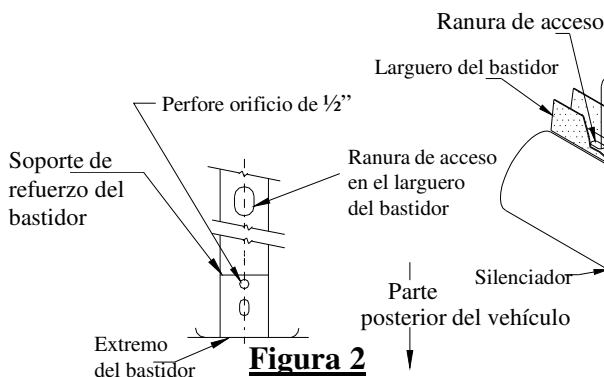

Figura 2
①	Cant. (4)	Perno de carruaje – 1/2-13 x 1.75	④	Cant. (2)	Arandela cónica – 1/2"
②	Cant. (4)	Espaciador – 1/4 x 1 x 3	⑤	Cant. (4)	Tuerca hexagonal – 1/2-13
③	Cant. (2)	Arandela de bloqueo – 1/2"
- Localice el orificio de 3/8" en el soporte de refuerzo del bastidor que está soldado al larguero del bastidor (ver Figura 2). Centre y perfore un orificio de 1/2" en el larguero del bastidor, agrandando el orificio de 3/8" en el soporte de refuerzo del bastidor a 1/2", en ambos lados.